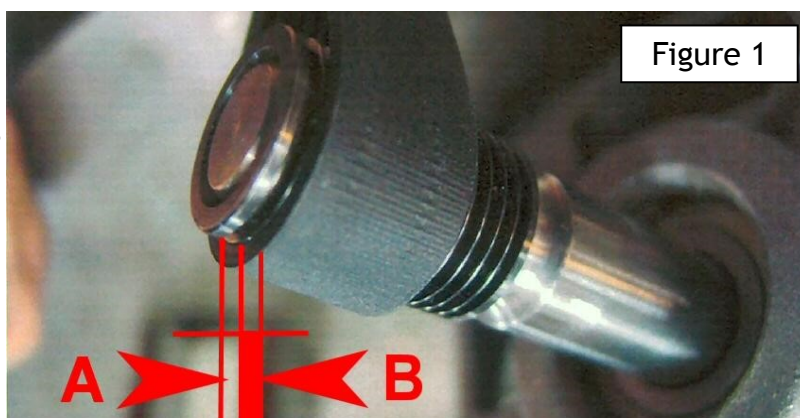

Figure 1
- A) Placer d'abord la courroie sur la poulie du moteur, en laissant vide la gorge la plus extérieure de la poulie (A sur la figure 1) ou, en d'autres termes, positionner la courroie à partir de la seconde gorge de la poulie moteur, en direction du moteur (B sur la Figure 1).